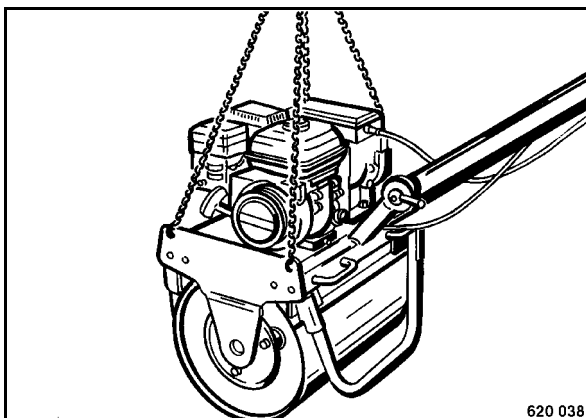

рис. 43
- Слегка приподнять машину, как показано на (рис. 43).